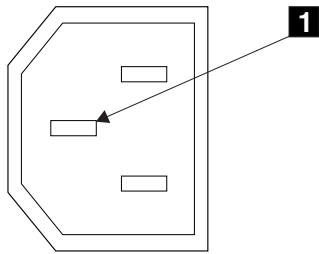

図4. アース・ピン
6. SAN ボリューム・コントローラー 2145-4F2 のフレームと各電源コネクタのアース・ピンの導通を検査する。x1 ページの図 4 は、アース・ピンの位置を示しています。